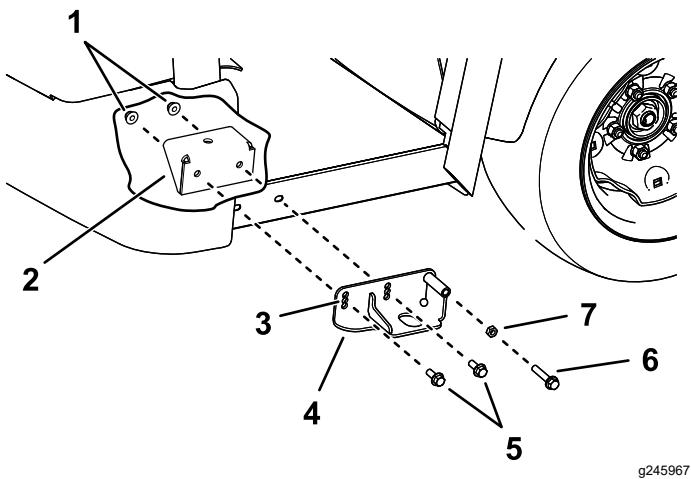

Figura 26
- Instale el conjunto de bastidor izquierdo y el conjunto de bastidor derecho en los soportes de montaje de cabina delanteros con 2 pernos de cabeza hexagonal y arandela prensada (3/8" x 1") y 2 tuercas con arandela prensada (3/8") a cada lado (Figura 26).
- Instale el perno de ajuste (3/8" x 2") y la tuerca hexagonal (3/8") en el conjunto de bastidor izquierdo y en el conjunto de bastidor derecho a cada lado de la máquina (Figura 26).
Utilice el perno de ajuste (Figura 26) para centrar la cabina.